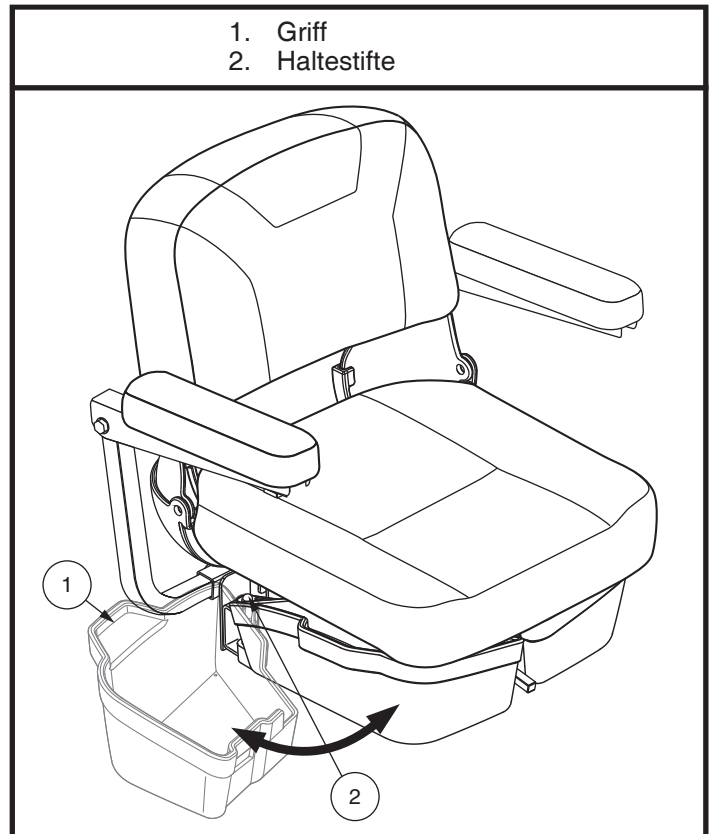

Abb. 13. Aufbewahrungsfächer
1. Heben Sie den Griff an der Seite des Ablagefachs unter dem Sitz leicht an (siehe Abbildung 13), und schwenken Sie das Ablagefach unter dem Sitz aus, bis es vollständig geöffnet ist.
2. Entfernen der Ablagefächer. Siehe Abb. 13.
7. Montieren Sie die Staufächer wie in **Abb. 13** beschrieben.